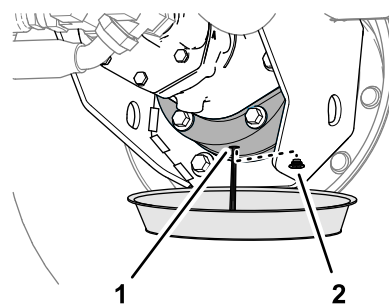

図 97
6. ブレーキハウジングの下に容器を置き、ドレンプラグを外してオイルが完全に抜けるのを待つ 図 97。